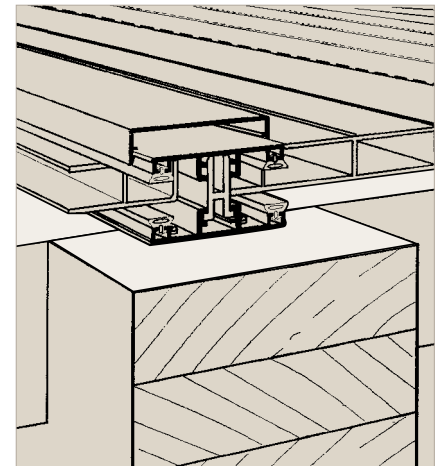

Abb. 4: Oberseite der Tragkonstruktion
4.1 Sonnenstrahlung heizt dunkle Gegenstände auf. Befinden sich diese in Kontakt oder unmittelbarer Nähe von Verglasungen, kann stellenweise ein **Hitzestau** entstehen, der gefährliche **Materialspannungen** hervorruft. Hierdurch können sich in den Platten Risschäden ergeben. Diese sind zu vermeiden, wenn die den Platten zugewandten Flächen etwas Abstand haben und dauerhaft **weiß bzw. reflektierend** angelegt werden, z. B. mit **weißer lichtbeständiger Dispersionsfarbe** (wasserverdünnbar, lösungsmittelarm, für Außenanwendung, z. B. Fassadenfarbe) oder Aluminiumfolie (z. B. durch Antackern auf Holz, Ankleben auf lackiertem Untergrund (Abb. 4).